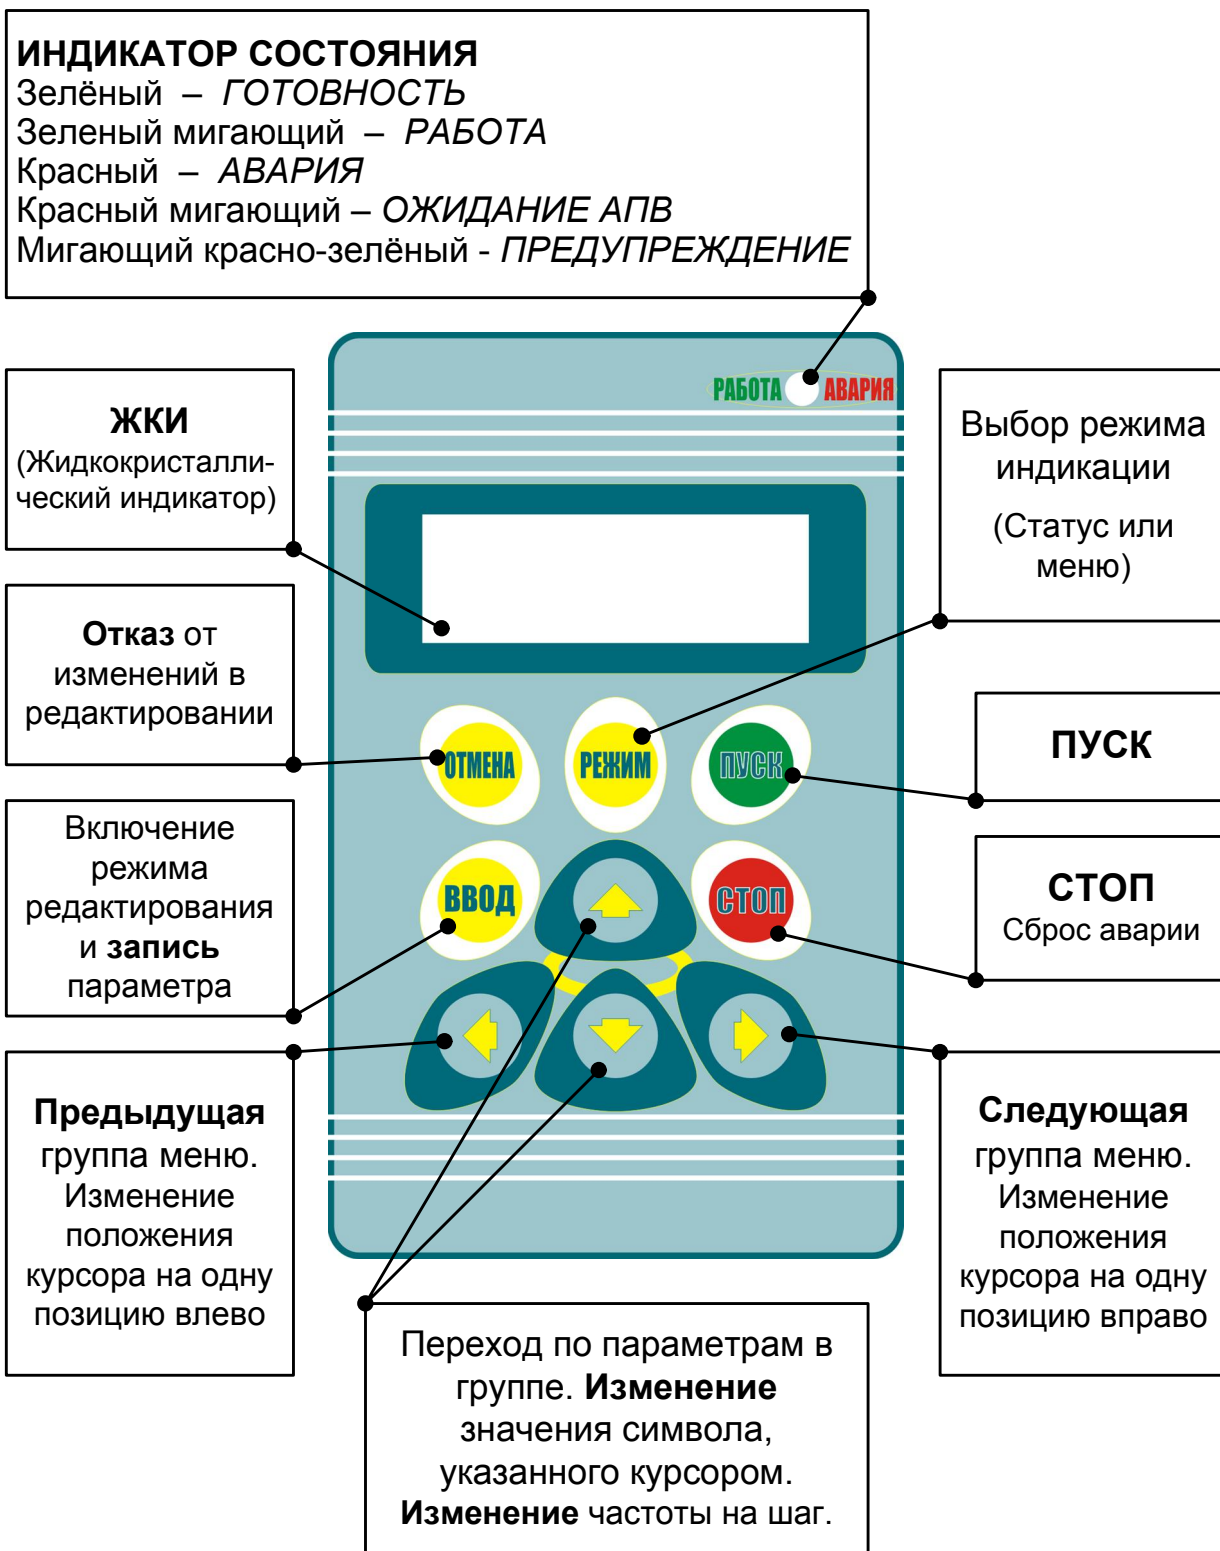

Рисунок 2 - Пульт управления
- задание частоты со встроенного пульта (см. Рисунок 2);
Пульт управления ПЧ имеет двухцветный индикатор состояния, жидкокристаллический индикатор с подсветкой и девять клавиш управления (см. Рисунок 2).